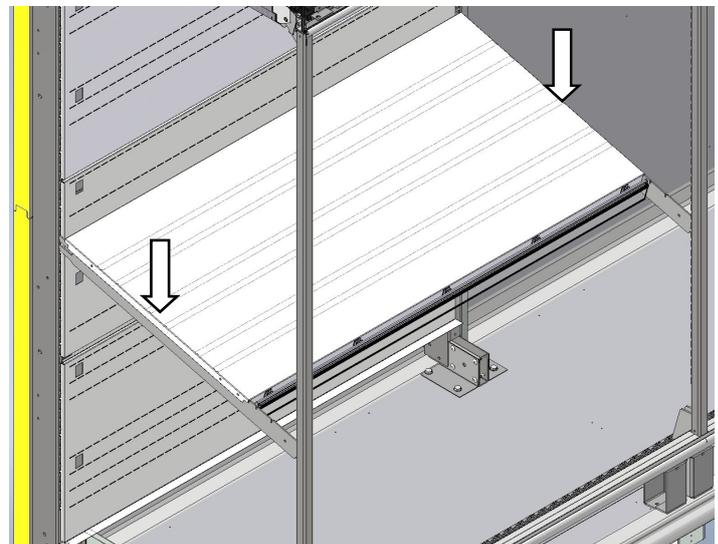

Abb. 6d
4. Nachdem alle Regalstützen montiert sind, positionieren Sie die Regale **Abb. 6d**.